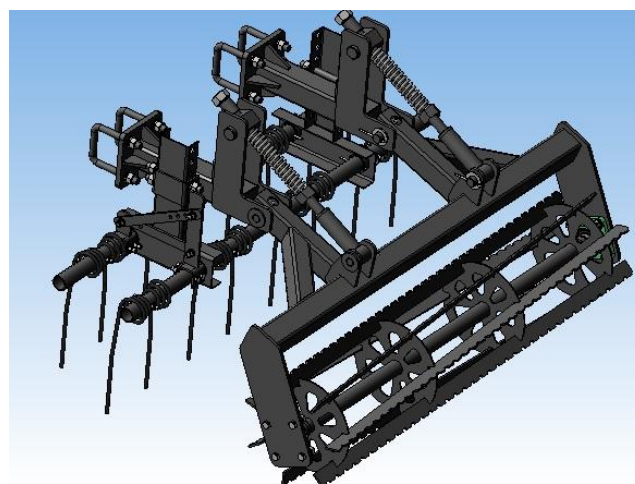

Рисунок 3
3.3 Рабочими органами 5 культиватора являются усиленная S-образная стойка 65x12, (схема расстановки стоек - см. рисунок 3, 4, 5 приложения 2).